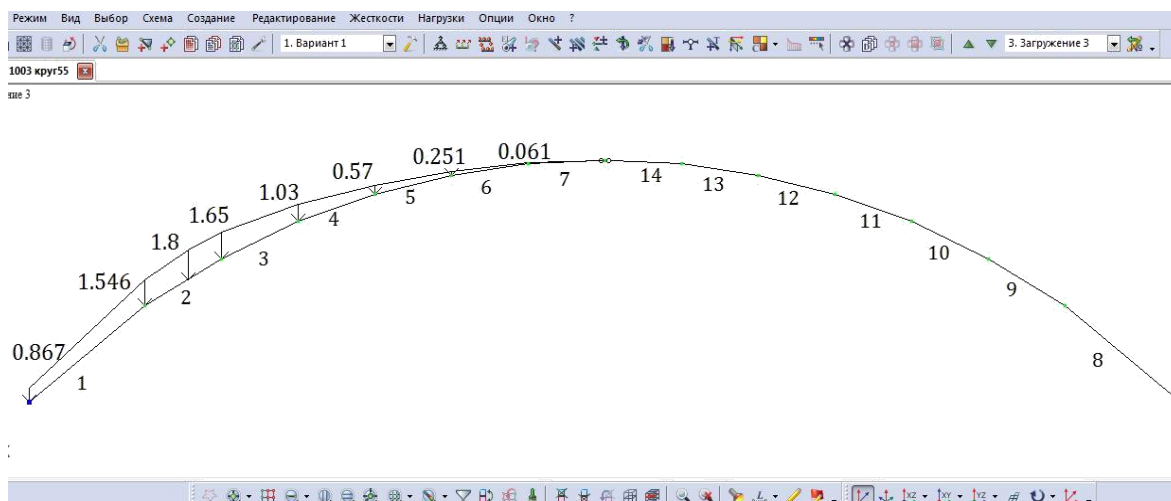

Рис. 2.33. Третье загрузеие (снеговая нагрузка, распределенная по треугольнику на половине пролета)
- Вид расчетной схемы после задания в схеме нагрузок третьего загрузения приведен на рис. 2.33.